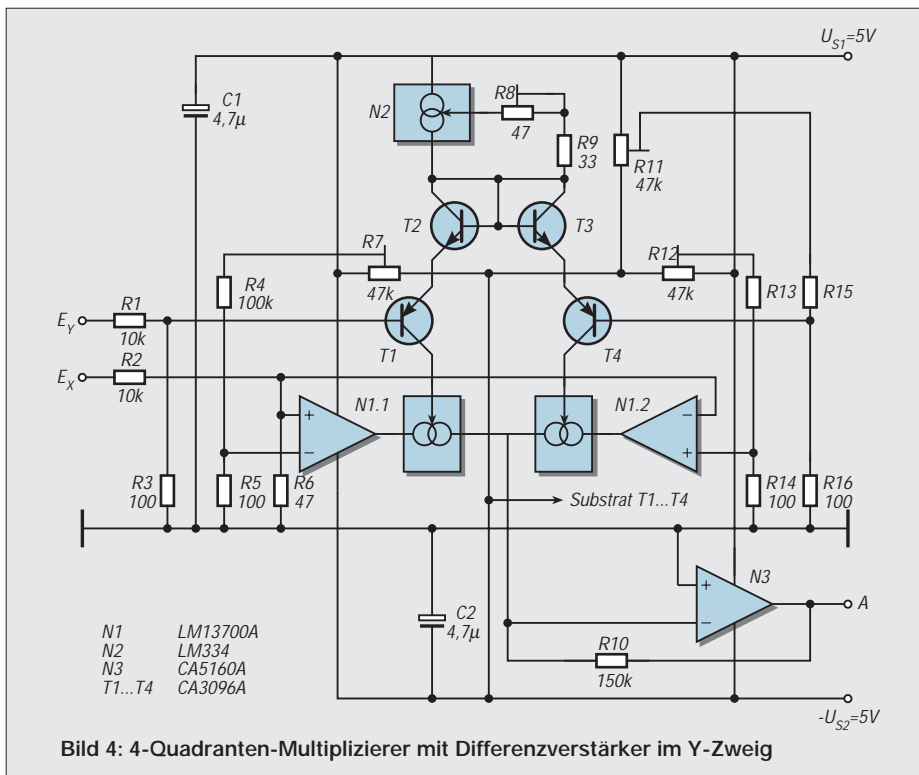

Bild 4: 4-Quadranten-Multiplizierer mit Differenzverstärker im Y-Zweig
Universell einsetzbare Multiplizierer erlauben an ihren Eingängen E_X und E_Y Spannungen mit beliebiger Polarität und sind deshalb für analoge Rechenschaltungen prädestiniert. Bild 4 stellt eine mögliche Lösung vor. Sie erfordert einen Dual-OTA mit datengleichen Verstärkern.
Das Einsetzen der Gleichungen (9) und (10) in die Beziehung (8) liefert schließlich für die Übertragungsfunktion des im Bild 4 vorgestellten 4-Quadranten-Multiplizierers: